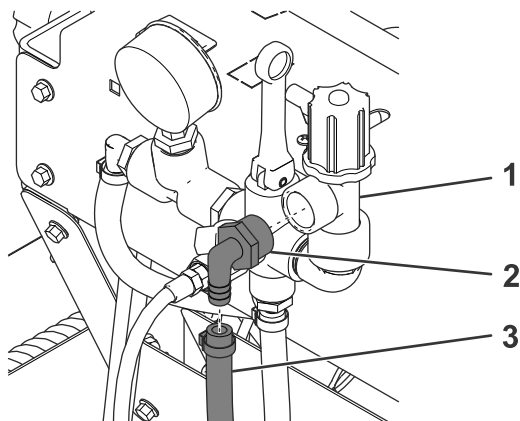

Figura 3
1. Retire la manguera principal del depósito del acoplamiento de la manguera de 90° (Figura 3).
2. Desconecte el acoplamiento de manguera de 90° del regulador de pulverización y deséchelo (Figura 3).